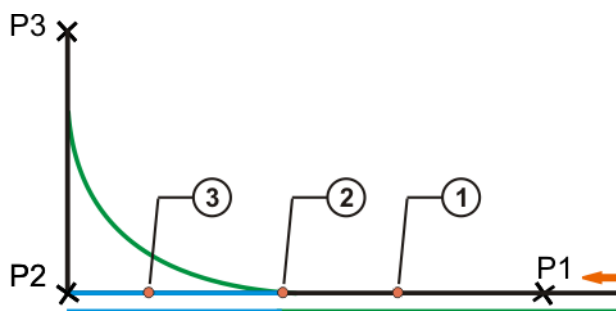

Fig. 7-8: Movimiento ejemplar para lógica con avance
Con movimiento de avance, las funciones de espera dependientes de señales programadas permiten que se pueda repasar antes del punto creado antes de la línea de instrucción. No obstante, la anterior posición del puntero de movimiento de avance no es clara (valor estándar: tres conjuntos de movimientos), por lo que el momento exacto para el control de la señal es indefinido (1) (>>> Fig. 7-8). Además, no se reconocerán las modificaciones en la señal tras el control de la señal.